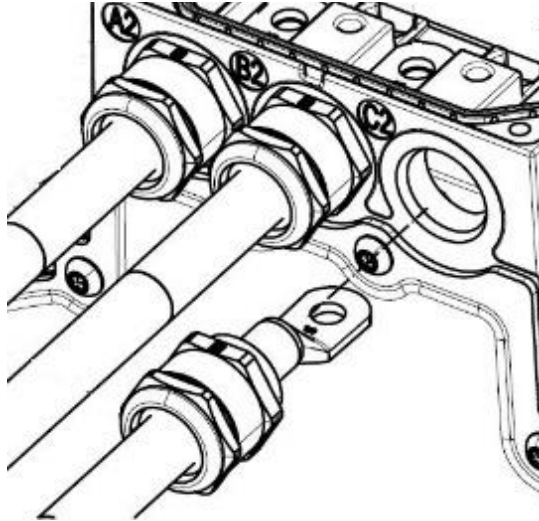

Figure 3 - Presse-étoupes
8. Assurez-vous que les presse-étoupes sont toujours correctement serrés et sécurisés (figure 3).